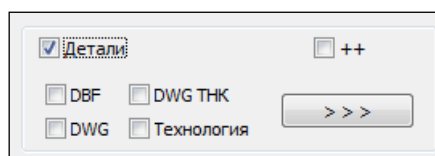

Рисунок 66. Область **Детали** (после активации)
Для активации области **Детали** необходимо включить одноименный флажок (рис. 66).
- если выбрана опция **DBF** (см. рис. 66), то копируются данные в таблицы БД draws.dbf (чертеж), klsmater.dbf (материалы), spescr.dbf (детали);